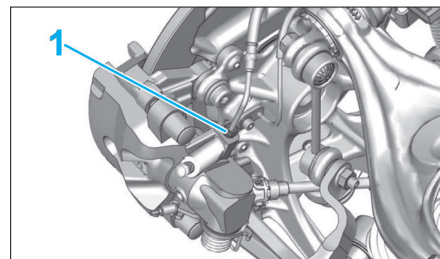

Fig. 23
- Désaccoupler le raccord (1) du flexible de frein (Fig.23).